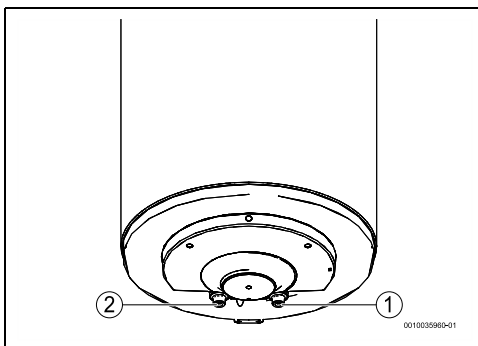

fig. 11
- ▶ Mbyllni valvulën e mbylljes së ujit (→ Fig. 11, [5]).
- Asnjëherë mos instaloni asnjë aksesori (përveç atyre të treguar në Fig. 11) midis valvulës së çlirimit të presionit dhe hyrjes së ujit të ftohtë (në anën e djathtë) të pajisjes.